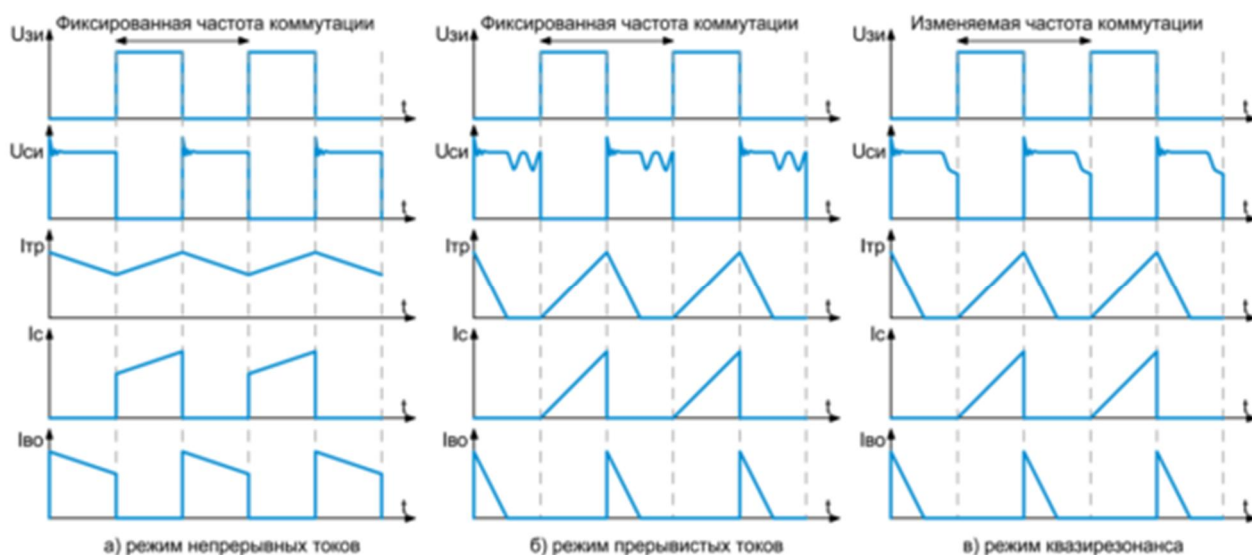

Рис. 2. Диаграммы токов и напряжений при работе обратноходового преобразователя в различных режимах
**Режим непрерывных токов (Continuous Current Mode, CCM)** характеризуется тем, что ток в первичной обмотке трансформатора никогда не уменьшается до нуля (рисунок 2а). Такой режим обеспечивает повышенную выходную мощность. Вместе с тем, силовым ключам приходится работать в условиях жёстких переключений. Новые транзисторы CoolMOS P7 обеспечивают рекордно малое значение  $E_{oss}$  и становятся идеальным выбором для обратноходовых преобразователей с CCM.
**Режим прерывистых токов (Discontinuous Conduction Mode, DCM)** характеризуется тем, что часть периода ток через обмотки трансформатора не течёт, при этом частота коммутаций остаётся фиксированной (рисунок 2б). Переключения при нулевом токе приводят к тому, что потери на включение  $E_{on}$  уменьшаются. В последнее время режим DCM используют достаточно редко из-за появления продвинутых контроллеров, поддерживающих более эффективный режим квазирезонанса.
**Режим квазирезонанса (QR)** также предполагает работу с прерывистыми токами, однако, в отличие от DCM, коммутация силовых ключей производится с учётом колебаний контура, состоящего из индуктивности трансформатора и суммарной ёмкости стока. При этом, переключение происходит не только при нулевом токе, но и при минимальном напряжении «сток-исток», что, в свою очередь, гарантирует малое значение потерь коммутации (рисунок 2в).